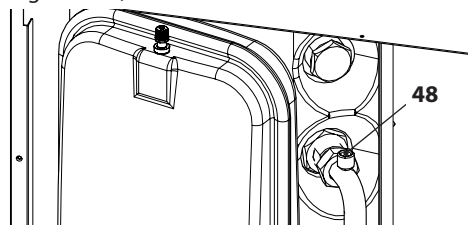

Figura 9.12
- Allentare lo sfianto serpentino bollitore 48 (Figura 9.12).